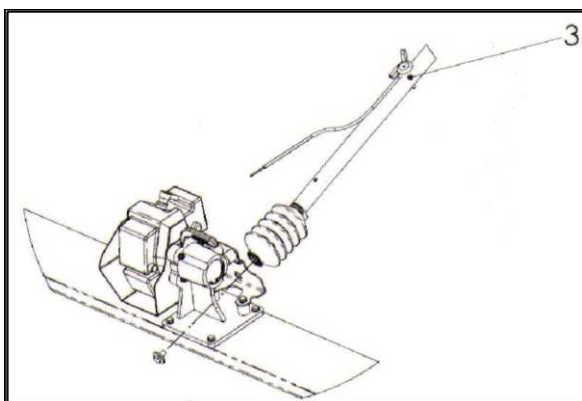

Рис. 1.7-2
- 2 – Снимите болт (Поз. 2) и вставьте плоский конец в кожух (см. Рис. 1.7-2), правильно установив индикатор положения. Зажмите болт с помощью гаечного ключа.
- 4 – Виброшаблон с бензиновым двигателем: установите регулятор ускорения в Поз. 3 (см. Рис. 1.7-2).